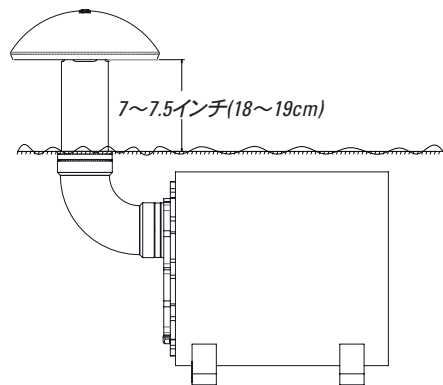

図15
5. 穴の中にL12XCスピーカーをはめ込みます。地表面より上にあるポートのフードが好みの高さになるように、必要に応じて砂利の高さを調整します。図15に示されているようにポートは、地表面からフードの底部まで約19cm(7.5インチ)突き出ている必要があります。